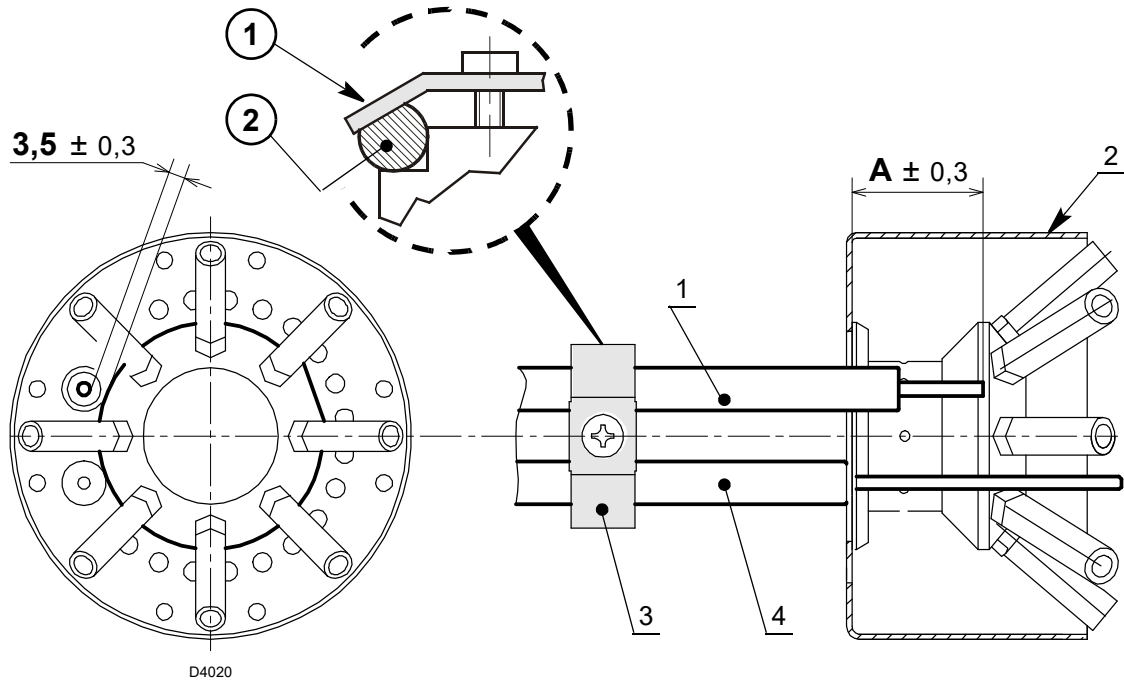

Fig. 13
- Asegurarse de que la plaquita 3)(Fig. 13) quede siempre colocada en la parte plana del electrodo 1).